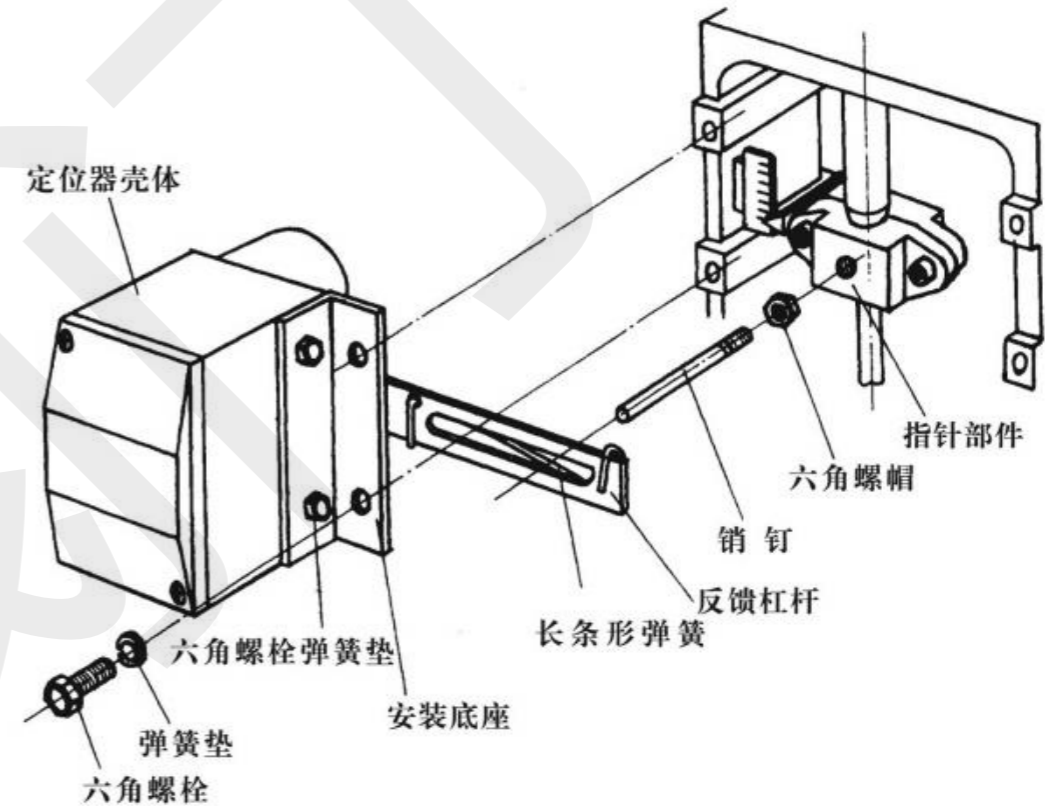

图4 定位器在ZHB^A型执行机构上安装图
1、定位器在ZHB^A型(注1)执行机构上的安装。(见图4)
把销钉和六角螺帽按图4所示装在指针部件上。
用图4所示的六角螺栓(M10×20)和弹簧垫片把安装底座装在执行机构上。销钉穿在反馈杆的长槽内。